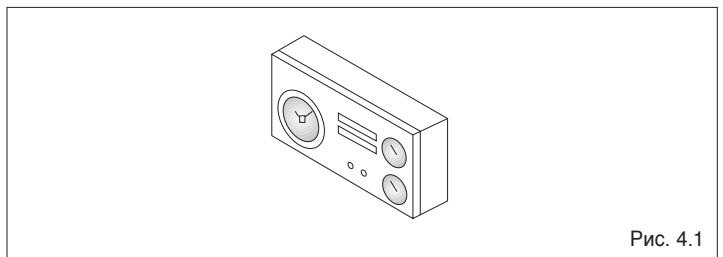

Рис. 4.1
- Отрегулируйте термостат температуры в помещении (если он установлен) на нужную температуру (приблизительно 20°C) (Рис. 4.1).